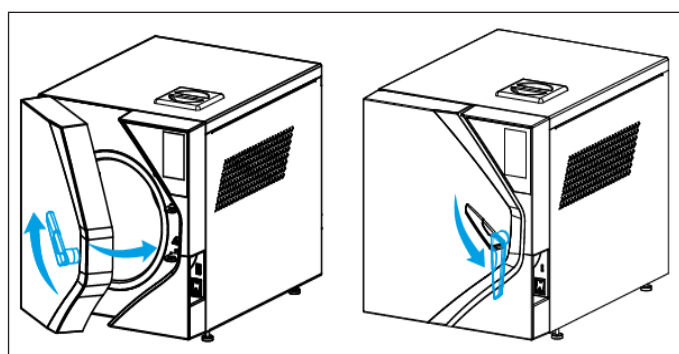

fig.13
- Chiudere lo sportello (fig.13).